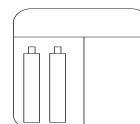
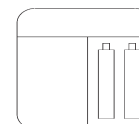

Fig 1
Fig 2
- Plaats de op te laden rondcellen-accu's paarsgewijs (zie fig.1 en fig.2) in het laadapparaat.